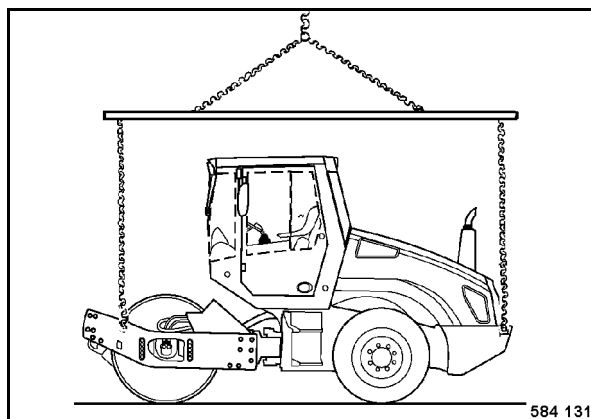

fig. 68
- Utiliser également les quatre oeillets (fig. 68) et le dispositif de levage pour soulever la machine.